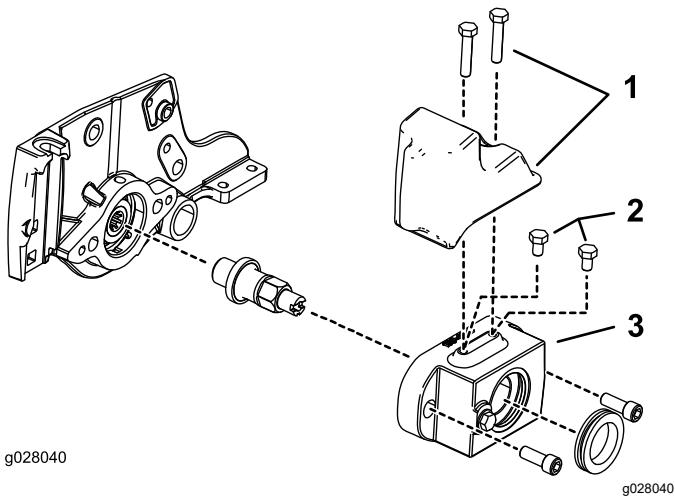

图 5
- 对于液压驱动滚刀马达 如 图 5 所示在滚筒刷架的顶部安装 2 个螺栓 5/16 x 1/2 英寸仅限 12.7cm 液压滚刀马达。
- 对于电动滚刀马达如图 5 所示订购并安装 1 个